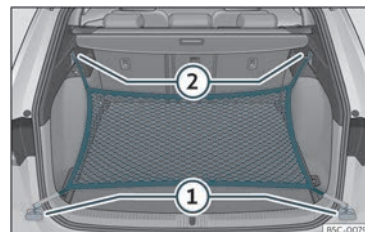

Fig. 126 Na bagageira: argolas ① e ganchos ② para fixar o saco de rede.
- Fixe os ganchos curtos da rede nas argolas de fixação >>> Fig. 126 ① >>> ⚠. O fecho de correr do saco deve ficar voltado para cima.
- Fixe as fitas nos ganchos para prender sacos ②.